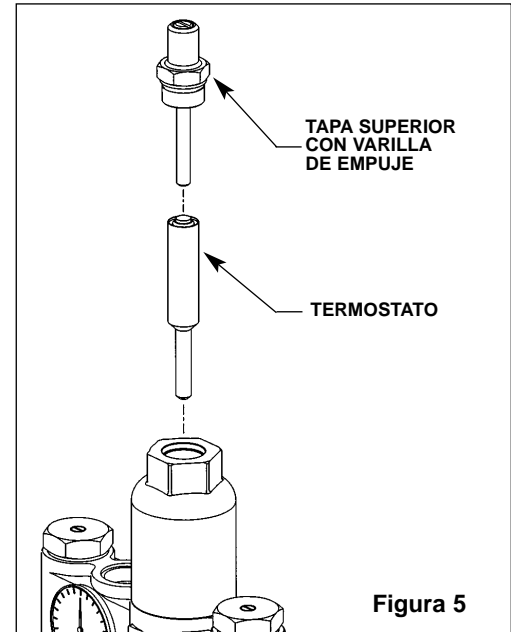

Figura 5
1. Retire la tapa superior de la válvula y saque la varilla de empuje y después el termostato (vea Figura 5). Puede utilizar unas pinzas de punta de aguja para retirar el termostato del cuerpo de la válvula si lo desea.
1. Retire la tapa superior y saque la varilla de empuje y el termostato (vea Figura 5, página 25).